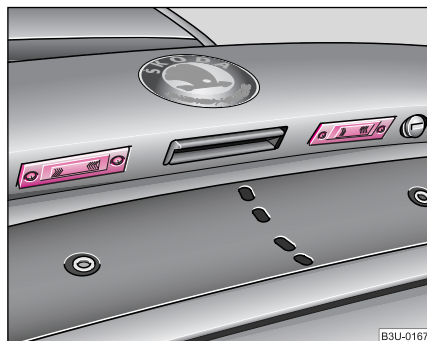

Fig. 190 Capacul portbagajului: Lampa de la numărul de înmatriculare
- Deșurubați geamul lămpii ♥ fig. 190.